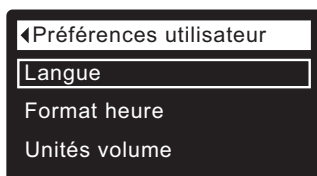

FIG. 56
3. Appuyez sur le SÉLECTEUR (O) pour afficher le menu des préférences utilisateur (cf. Figure 56).
7. Appuyez sur le SÉLECTEUR (O) : l'afficheur revient au menu des préférences utilisateur (cf. Figure 56).